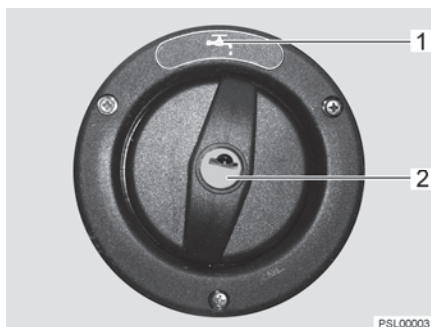

Fig. 140 Coperchio per bocchettone di riempimento dell'acqua potabile
Il bocchettone di riempimento dell'acqua potabile è contrassegnato dal simbolo "🔑" (Fig. 140,1). Il coperchio viene aperto e chiuso con la chiave per le serrature degli sportelli esterni.
- Inserire la chiave nel cilindro della serratura (Fig. 140,2) e ruotare in senso antiorario di un quarto di giro.
- Aprire il bocchettone di riempimento dell'acqua potabile (Fig. 140).